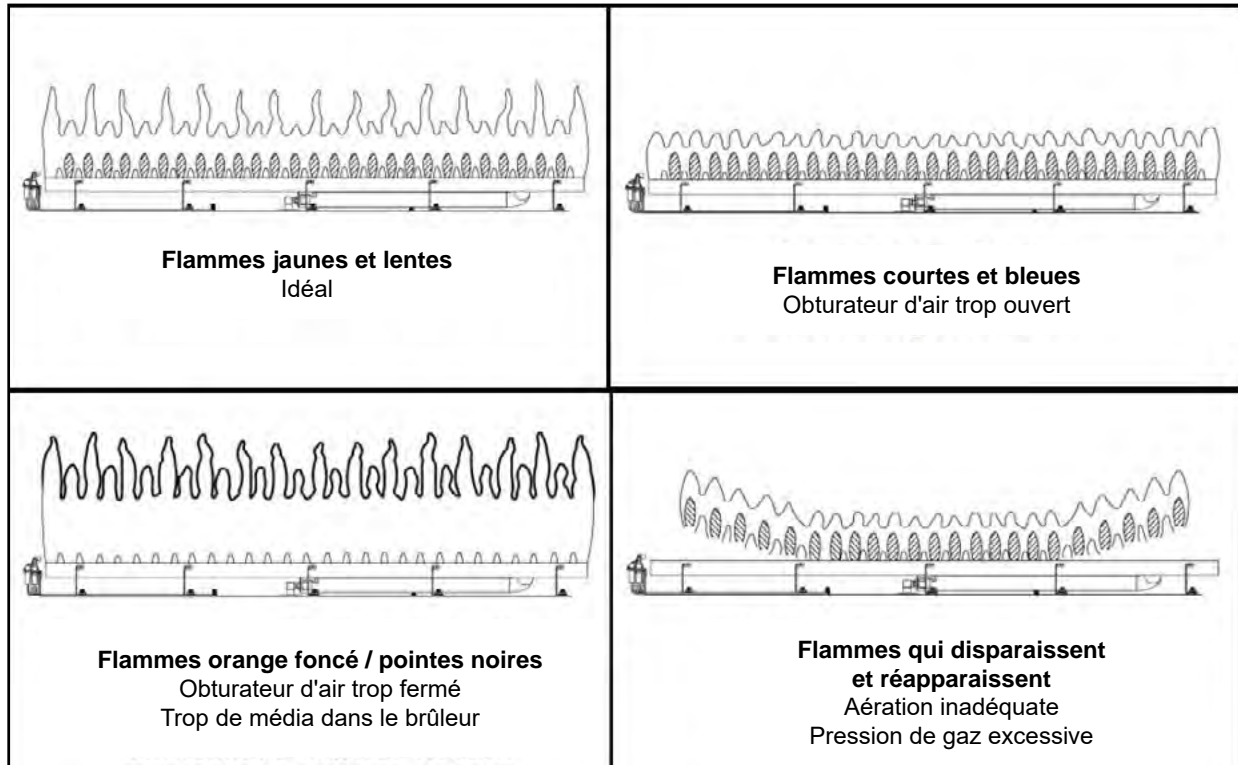
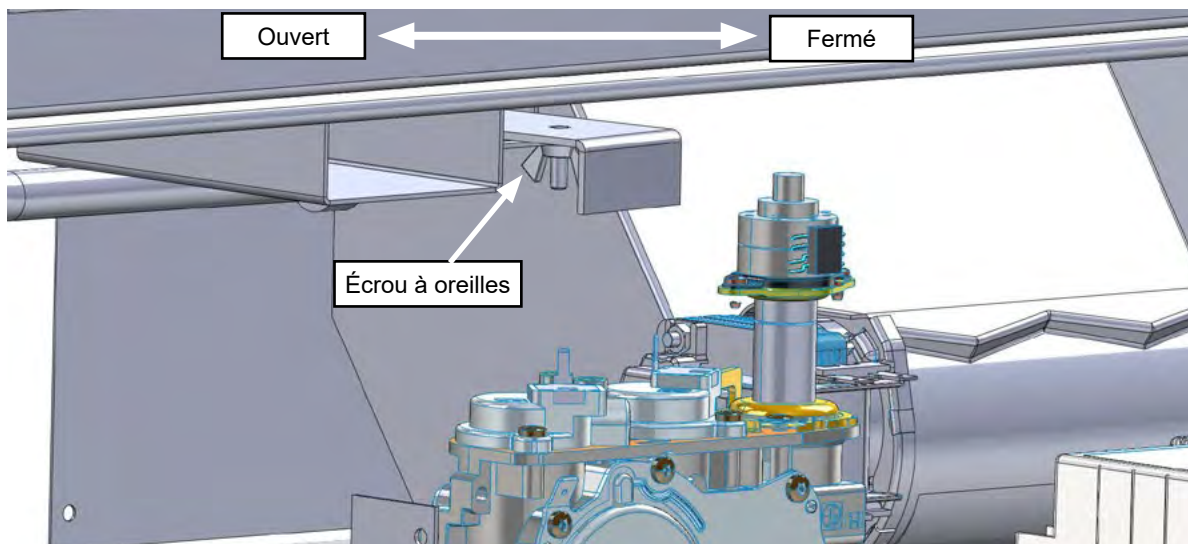

Figure 18.5.01:
Figure 18.5.02:
- Inspecter et assurer que l'allumage du brûleur principal s'effectue en moins de 4 secondes après l'ouverture de la valve à gaz principale. Les flammes devraient ressembler à celles de la **Figure 18.5.01**
Le **UF0200** comprend un obturateur d'air situé sous la chambre de combustion qui peut être utilisé pour ajuster l'air primaire afin d'obtenir la flamme idéale comme illustré à la **Figure 18.5.01**. Pour le régler, desserrez l'écrou à oreilles de l'obturateur et réglez-le comme indiqué à la **Figure 18.5.02**. Pour ouvrir l'obturateur d'air et augmenter le débit d'air vers le brûleur, faites glisser l'obturateur d'air vers la gauche. Pour fermer l'obturateur d'air et diminuer le débit d'air vers le brûleur, faites glisser l'obturateur d'air vers la droite. Serrez l'écrou à oreilles lorsque l'aspect de flamme désiré est atteint.